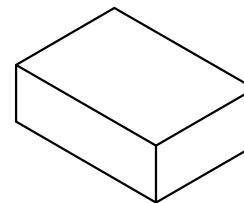

图3 内盒包装
- 2: 如图3, 每内盒装4小袋, 装盒后贴上物料标签, 数量为4X1000pcs。